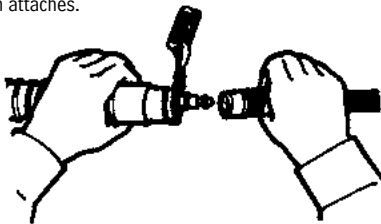

Figure 14
2. Avec l'air en circulation, branchez le tube de respiration sur le tuyau d'arrivée d'air (cf. la figure 14). Branchez le raccord à dégagement rapide du tube de respiration à celui du tuyau d'arrivée d'air. Une fois les deux parties solidement jointes, dégagez le manchon de raccord pour bloquer les raccords ensemble. Tirez sur les deux tuyaux pour vérifier qu'ils sont bien attachés.